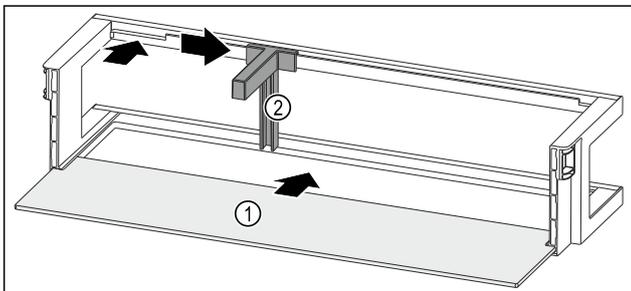

Fig. 98 Лотки на дверцятах з полицею
- ▶ Посуньте полицю Fig. 98 (1) у бічні пази.
- ▶ Вставте тримач пляшок Fig. 98 (2) у паз.
- ▶ Пересуньте тримач пляшок Fig. 98 (2) убік до бажаної позиції.